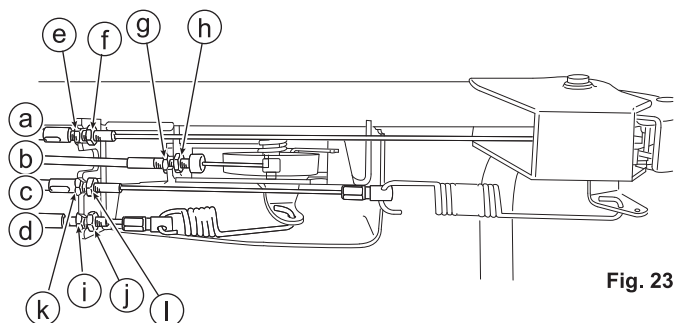

Fig. 23
8.5.1 Manette des gaz (Voir Figs. 23 et 24)
8.5.2 Levier d'embrayage de la lame (Voir Figs. 23 et 25)
3. Vérifiez que la lame s'arrête complètement lorsque vous relâchez le levier d'embrayage de la lame (C).
8.5.3 Levier d'embrayage (Voir Figs. 23 and 26)
3. Vérifiez que la machine peut être tirée vers l'arrière lorsque le levier d'embrayage (B) est relâché.
8.5.4 Levier de changement de vitesse (Voir Figs. 23 et 27)